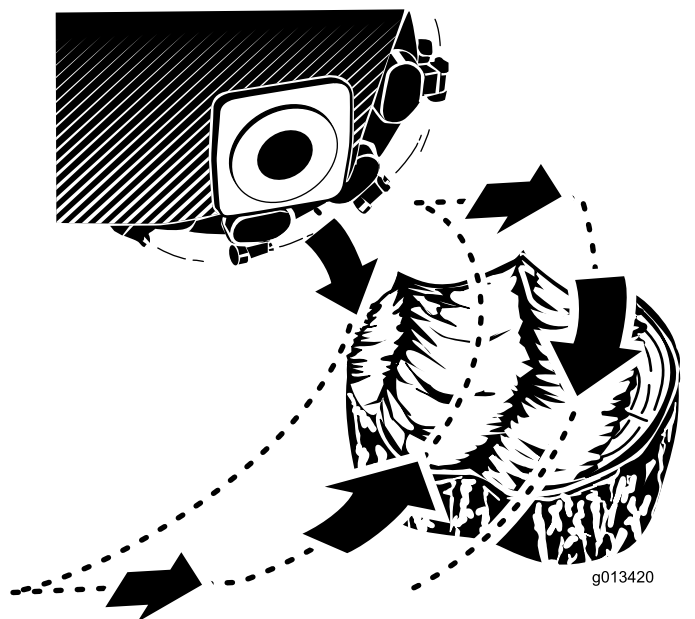

Figura 18
2. Utilizai maneta de control a mainii de frezat i comanda traciunii pentru a poziiona maina de frezat pe partea din faă a ciotului, aproximativ 2 cm sub suprafaă (Figura 18).
4. Utilizai maneta de control a mainii de frezat pentru a oscila încet maina de frezat pe suprafaa ciotului, tăind o brazdă de achii (Figura 18).
5. Deplasai maina în faă câiva centimetri i repetai pasul 4 (Figura 18).
6. Repetai pașii de la 4 la 5 până când frezai întreaga parte frontală a ciotului (Figura 18).